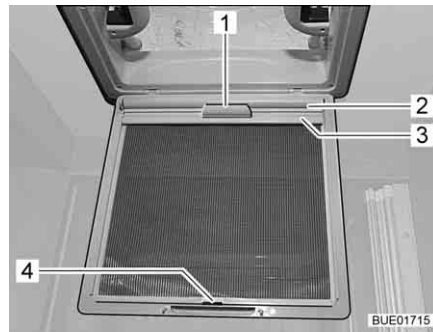

Fig. 39 Oscurante a rullo
- Tirare l'oscurante a rullo (Fig. 39,2) utilizzando la maniglia (Fig. 39,1) e agganciare il listello di supporto (Fig. 39,3) ai ganci (Fig. 39,4) sulla protezione contro gli insetti.
- Staccare il listello di supporto (Fig. 39,3) dai ganci (Fig. 39,4) e ricondurre lentamente l'oscurante a rullo (Fig. 39,2) utilizzando la maniglia (Fig. 39,1).